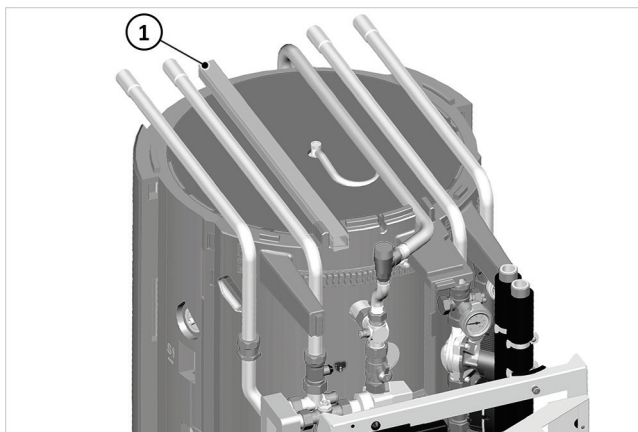

Fig. 44: Canal de guía de cable
1. Extraer el cable de Modbus de la caja de conexión a través del canal guía de cables, → fig. 44 (1), a la zona de la tapa.